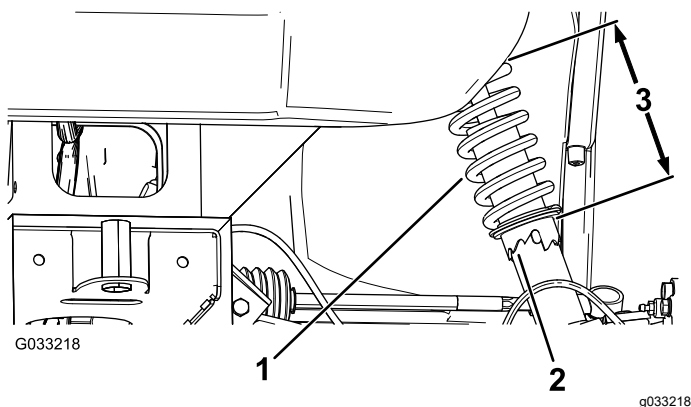

Figura 49
2. Dacă unghiul de cădere a roii nu este aliniat, utilizezi cheia pentru piuliță pentru a roti colierul de pe amortizor pentru a alinia roata (Figura 49).